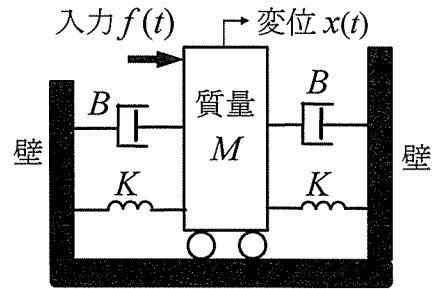

図1 質量-バネ-ダッシュポット系
- I 図1に示す質量-バネ-ダッシュポット (ダンパ) 系において、質量を  $M[\text{kg}]$ 、バネ定数を  $K[\text{N/m}]$ 、粘性抵抗係数を  $B[\text{N}\cdot\text{s/m}]$  とし、図のように質量に力  $f(t)[\text{N}]$  を加えている。ただし運動は一直線上に拘束されているものとする。また両側の壁は図のように地上に固定されており、動かないものとする。
- (1) 図1の質量-バネ-ダッシュポット系の運動方程式を求めよ。
- (2) 入力  $f$  から変位  $x$  までの伝達関数を求めよ。